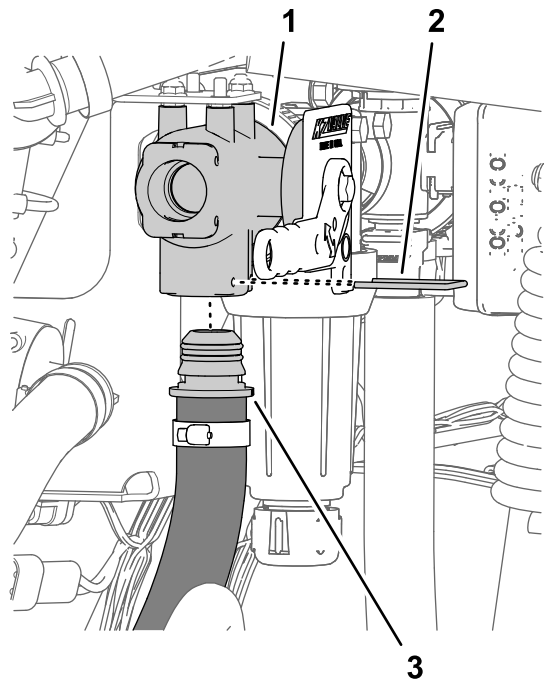

图 11
3. 将压力软管总成的直通宝塔接头与清洁加药器阀的下端口对齐并插入直通接头直到其入位 图 11。